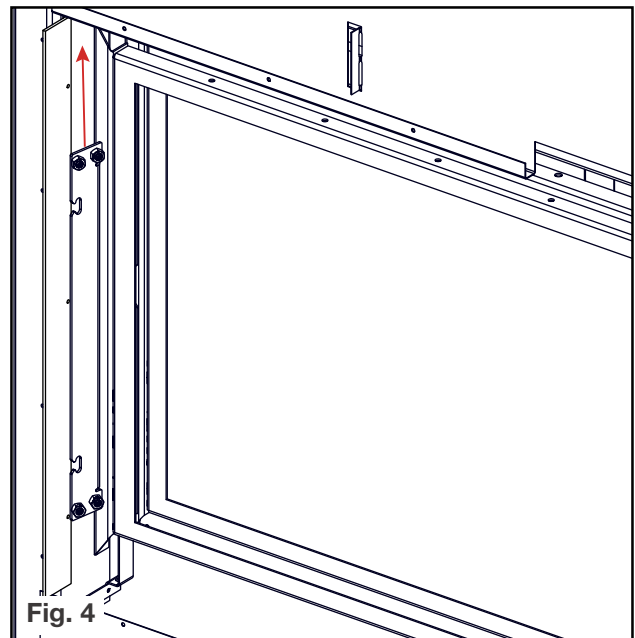

Fig. 4
5. Avec les vis à gauche de l'écran (**Fig. 4**), retirez d'abord l'écran puis répétez le processus pour le retrait de la porte. Assurez-vous que le guide coulissant de l'écran est à l'intérieur de l'appareil pour l'espace requis pour le retrait de la porte. Un petit aimant sur le rail assurera qu'il ne tombe pas.
7. Réinstallez la vitre à l'intérieur du cadre du porte. (FIG.4)